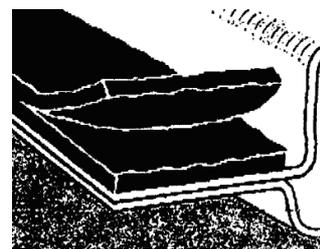

Рис. 3
3. Оставшийся на поверхности кузова слой герметика удалить острым ножом, оставляя на поверхности слой в 1 мм, так как он послужит идеальным грунтом для вновь наносимого герметика. (рис. 3)